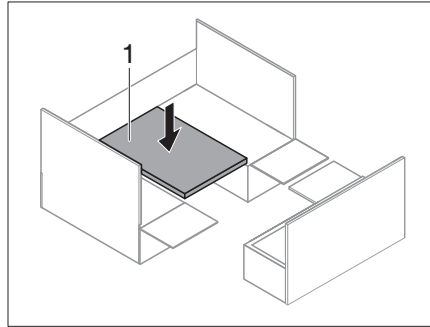

Fig. 214 Table accrochée vers le bas
- Faire passer la table accrochée (Fig. 214,1) du rail d'accrochage supérieur au rail d'accrochage inférieur.